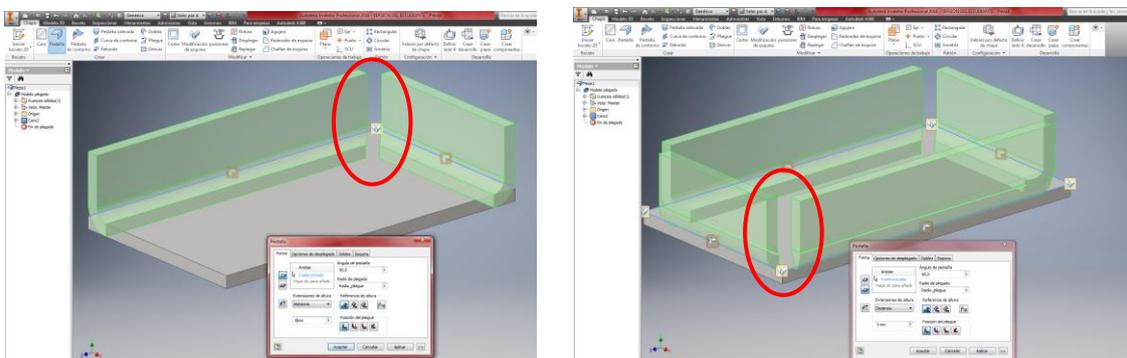

Ilustración 43. Ejemplos Comando Pestaña: aristas individuales y contorno completo, respectivamente. Crear.
- Seleccione aristas concretas de forma individual mediante el icono ➤  o en caso contrario, el contorno completo ➤ . Un ejemplo de ambas posibilidades se encuentran en la *Ilustración 43*.